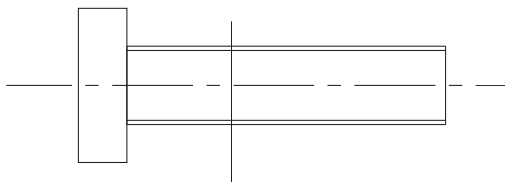

图 2-1-7
指定下一点[放弃 (U)]： //打开正交模式，把鼠标往下移超过矩形的最下边，单击鼠标，然后右击结束命令。效果如图 2-1-7 所示。